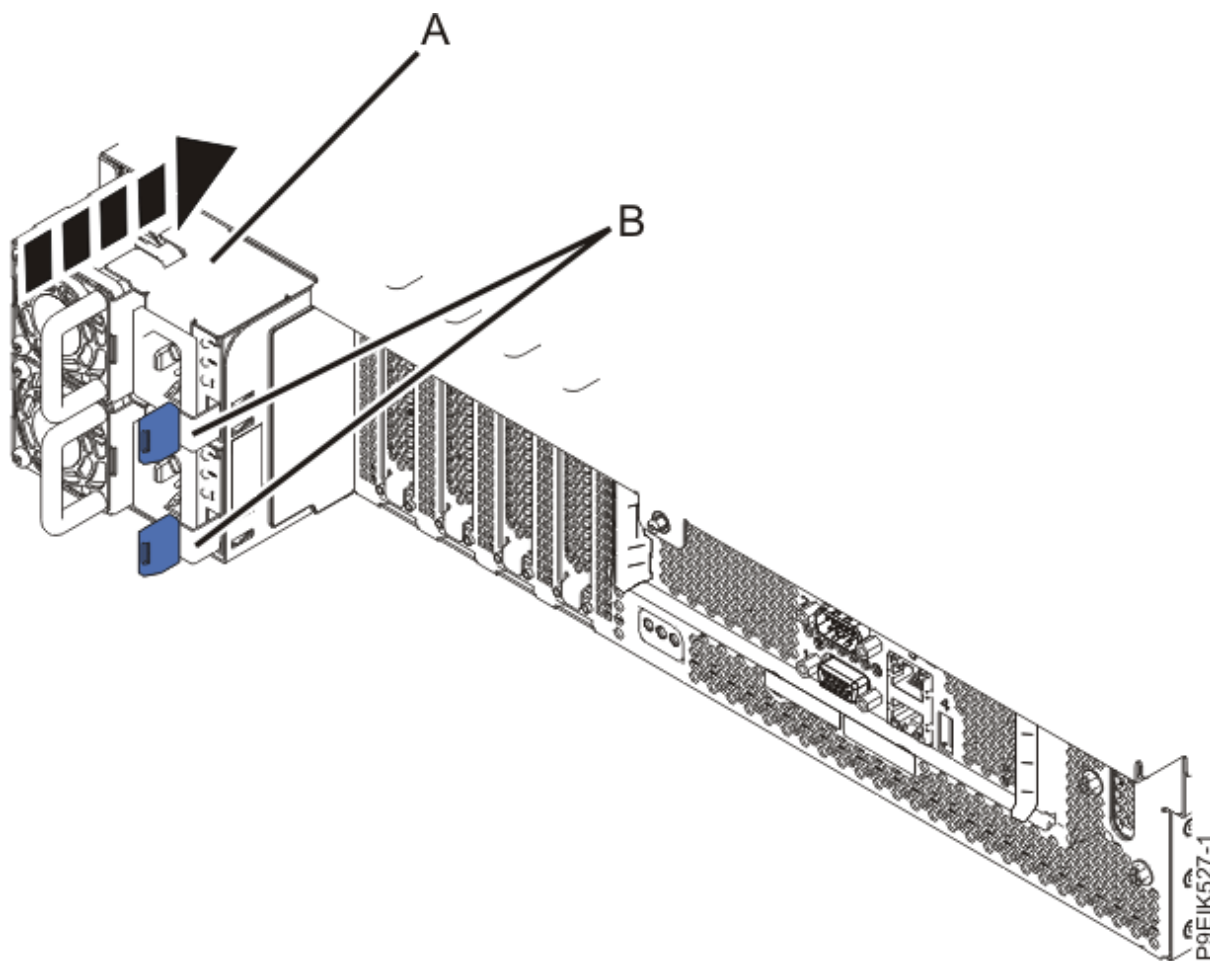

Figure 38. Remplacement des blocs d'alimentation dans le système
4. Remplacez les blocs d'alimentation comme illustré dans la Figure 38, à la page 79.